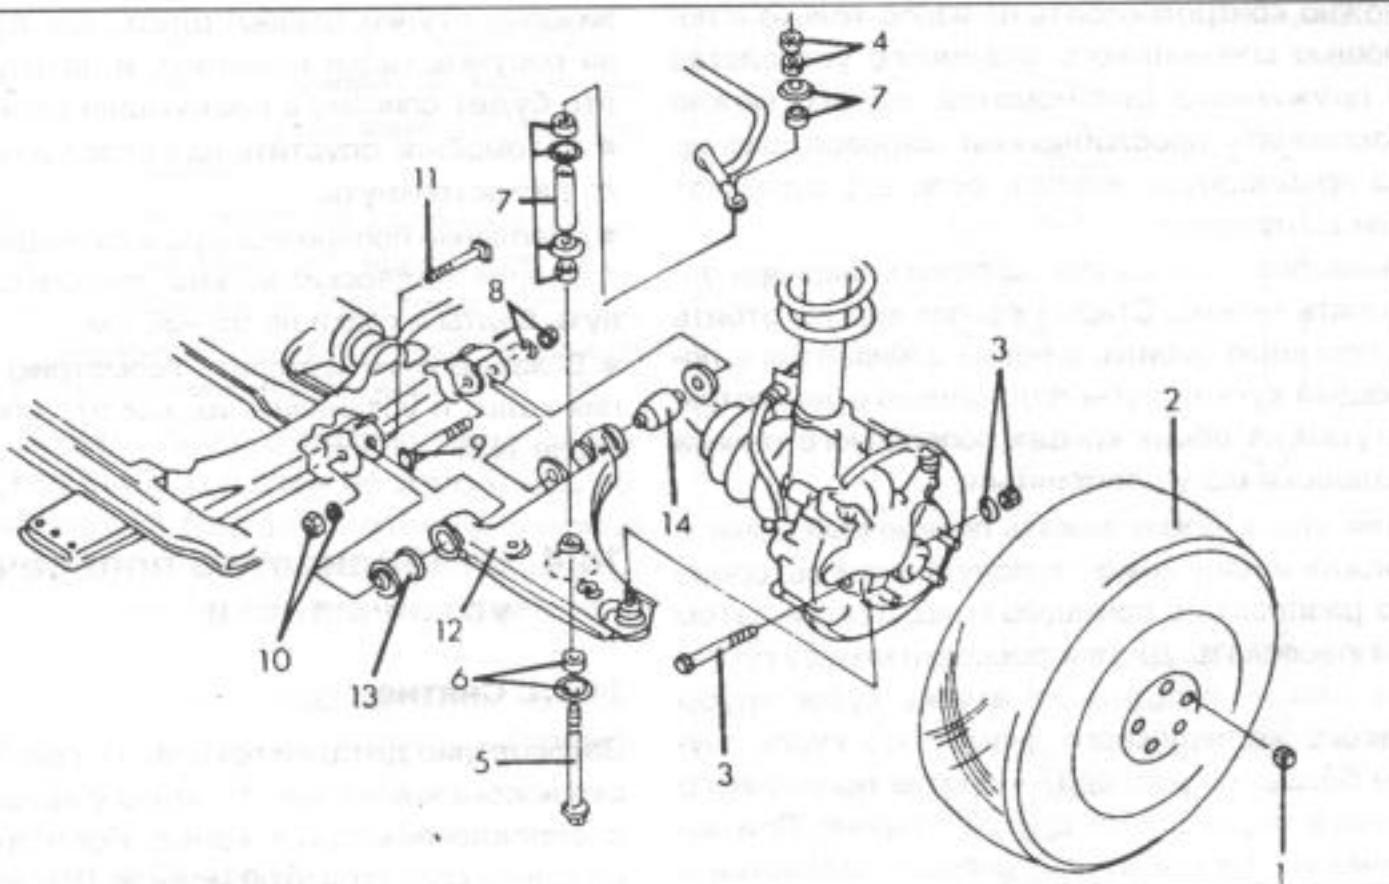
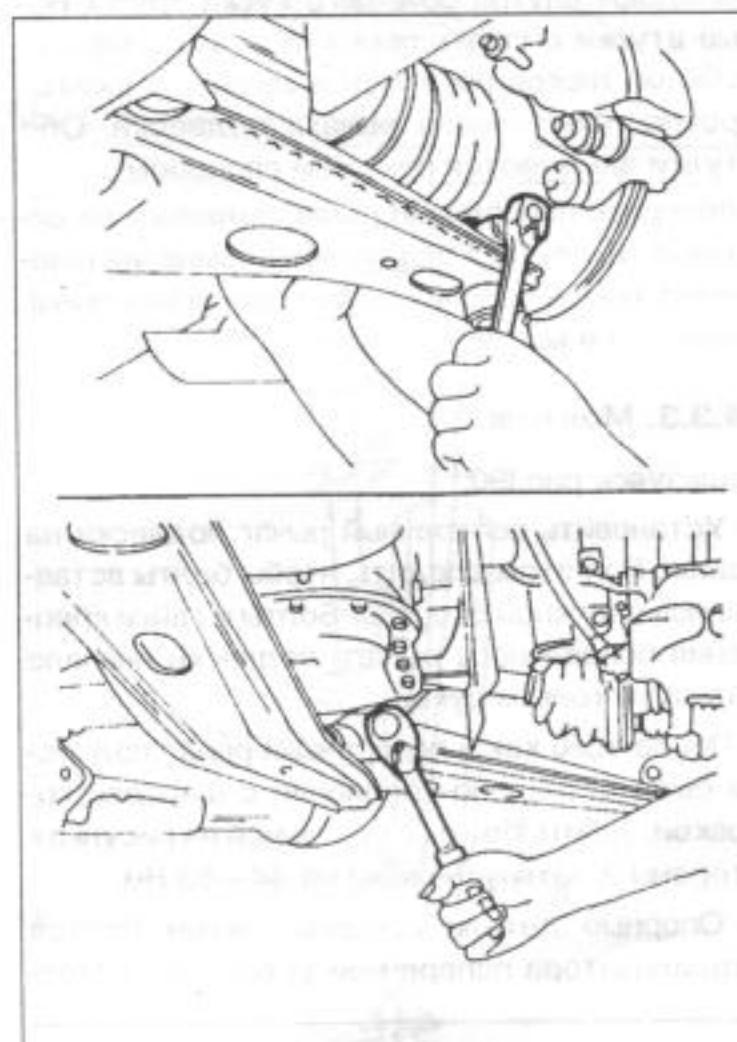

Рис. 190.
Рис.191.
Поперечный рычаг подвески можно легко снять, т. к. нет необходимости вынимать амортизационную стойку из автомобиля. На рис.190 показаны детали поперечного рычага подвески и стабилизатор поперечной устойчивости, и работы нужно проводить, пользуясь этим рисунком.
- На нижней стороне поворотного кулака освободить болты и гайки креплений с шаровой головкой и выбить болты (рис.191, вверху).
- Пользуясь рис.190, освободить болты и гайки (9) и (11) поперечного рычага подвески на кузове. Они находятся в месте, показанном на рис.191 (внизу). При этом следить, какое направление указывает головка болта.
Пользуясь рис.190:
Закрепление деталей показано на рис.190. Рисунок показывает конструкцию у автомобиля с управлением двух колес. Последующее описание касается этой модели. При установленном управлении четырех колес нужно всю переднюю вспомогательную раму освободить от кузова, чтобы добраться до отдельных креплений.